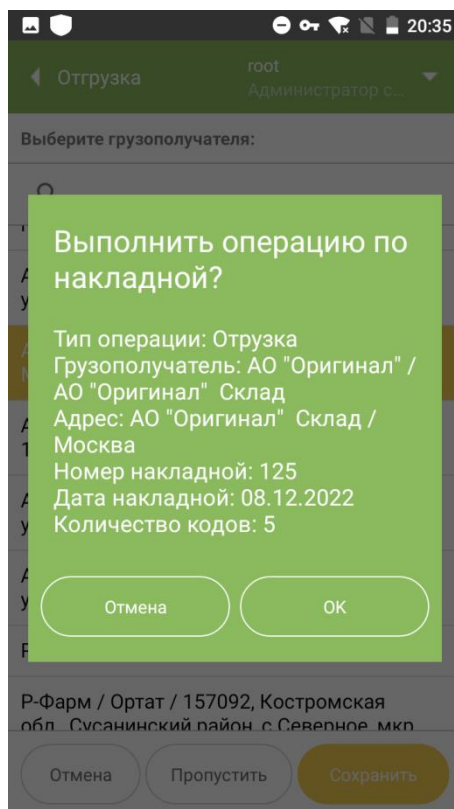
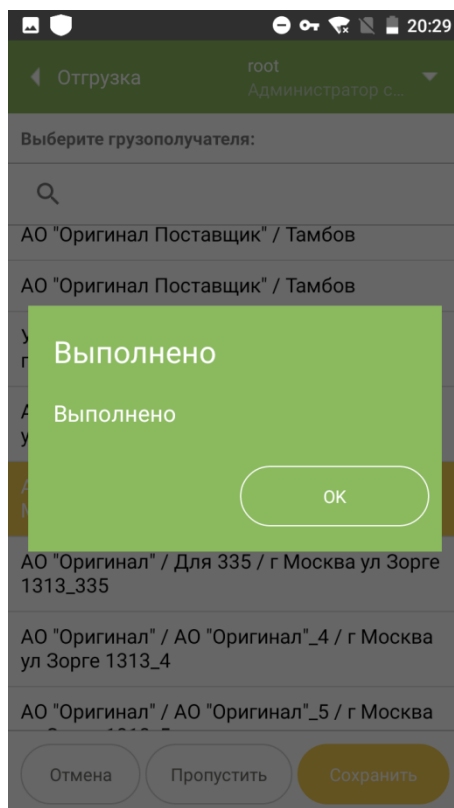
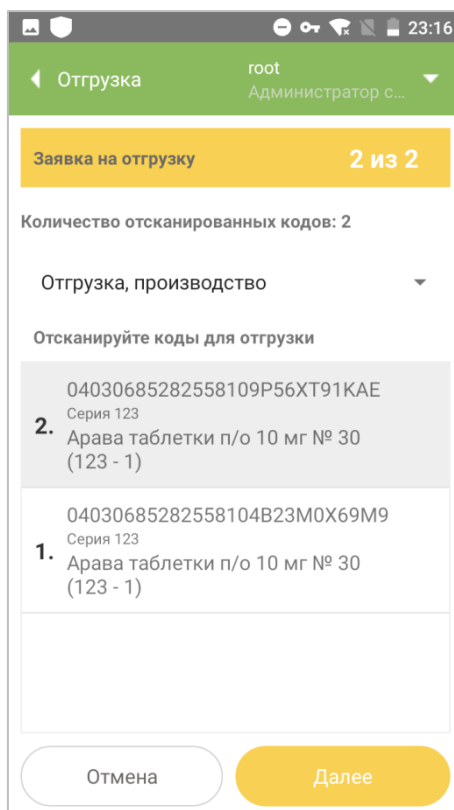
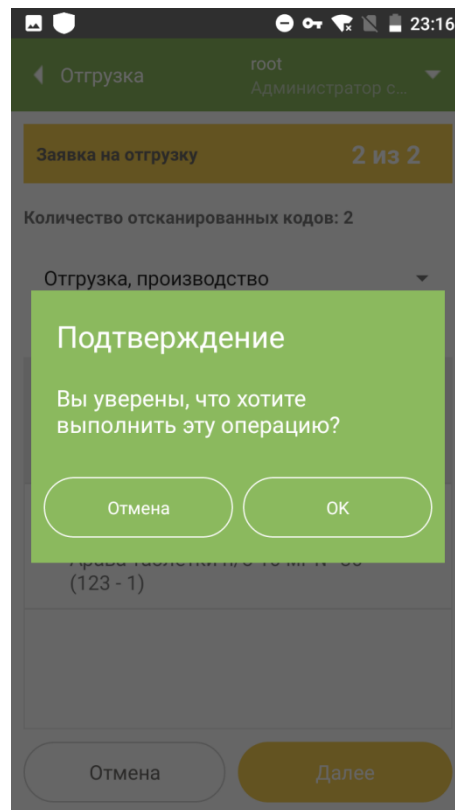

Рисунок 8.7
Рисунок 8.8
Рисунок 8.13
Рисунок 8.14
7. Появится системное сообщение «Выполнить операцию по накладной?» с кратким описанием параметров выполняемой операции (Рисунок 8.7). Подтвердить выполнение операции, нажав «ОК». Появится сообщение «Выполнено» (Рисунок 8.8), которое требуется также подтвердить «ОК».
- 2.3. После того как коды будут отсканированы, нажать кнопку «Далее» (Рисунок 8.13). Появится системное сообщение для подтверждения завершения операции. Нажать кнопку «ОК» (Рисунок 8.14). Появится сообщение «Выполнено», которое требуется также подтвердить «ОК».
- 3.5. После того как отгружаемые коды будут отсканированы, нажать кнопку «Далее». Появится системное сообщение для подтверждения завершения операции. Нажать кнопку «ОК» (Рисунок 8.14). Появится сообщение «Выполнено» (аналогично Рисунок 8.8), которое требуется также подтвердить «ОК».